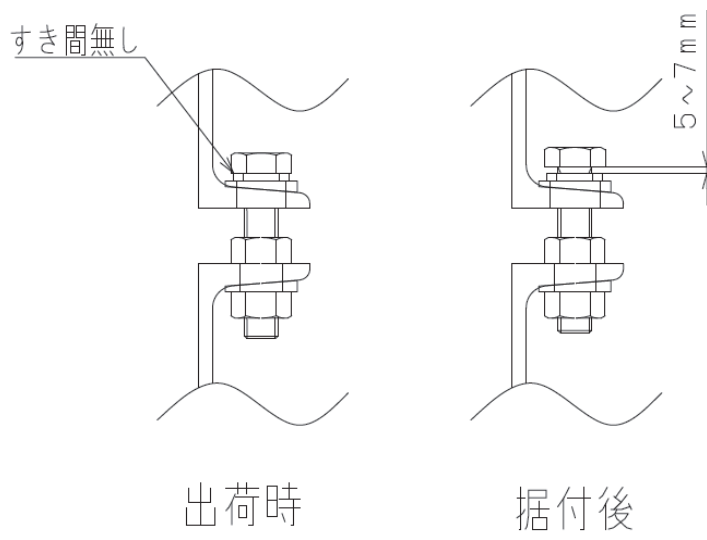

図5 ストッパーボルト締結方法
- (2) 図5_出荷時のようにストッパーボルトを締め付けた状態で出荷します。納入現場にて製品据付後は、必ずストッパーボルトを図5_据付後に示すような位置で固定してください。
ロックした(図5_出荷時)状態では、期待される防振効果が得られません。